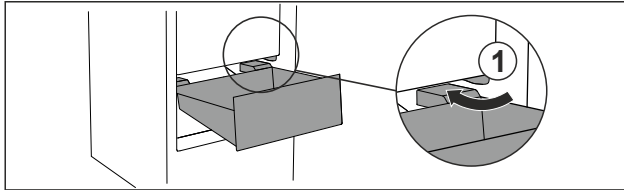

Fig. 31
- ▶ Lade schuin rond de stoppers Fig. 31 (1) leiden.